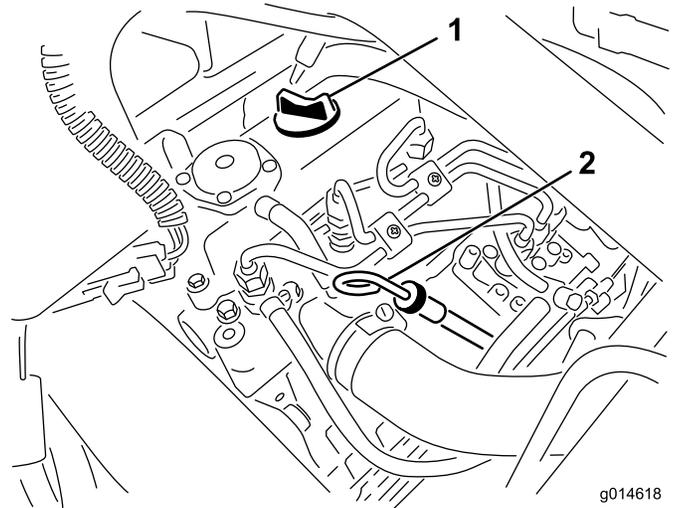

图27
2. 取出量油尺，用干净的抹布擦拭（图27）。将量油尺插入量油尺管道中，并确保它完全插入。从量油尺管道取出量油尺，查看油位。如果油位较低，请从气门室盖上拆下加油颈盖，然后**缓慢**添加足够机油，将油位水平提高到量油尺上的 Full（已满）标记。在此过程中应缓慢添加机油并不时检查油位。**切勿过量添加。**